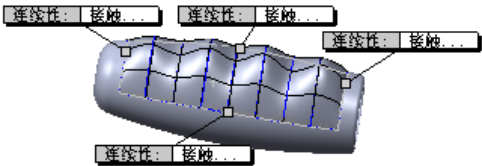

图 3.23.6 编辑控制点后
Step8. 参照 Step7 的操作编辑其余三个控制点。第二个控制点的位置为 0、6、0，第三个控制点的位置为 0、7、0，第四个控制点的位置为 0、8、0；编辑控制点完成后的结果如图 3.23.6 所示。